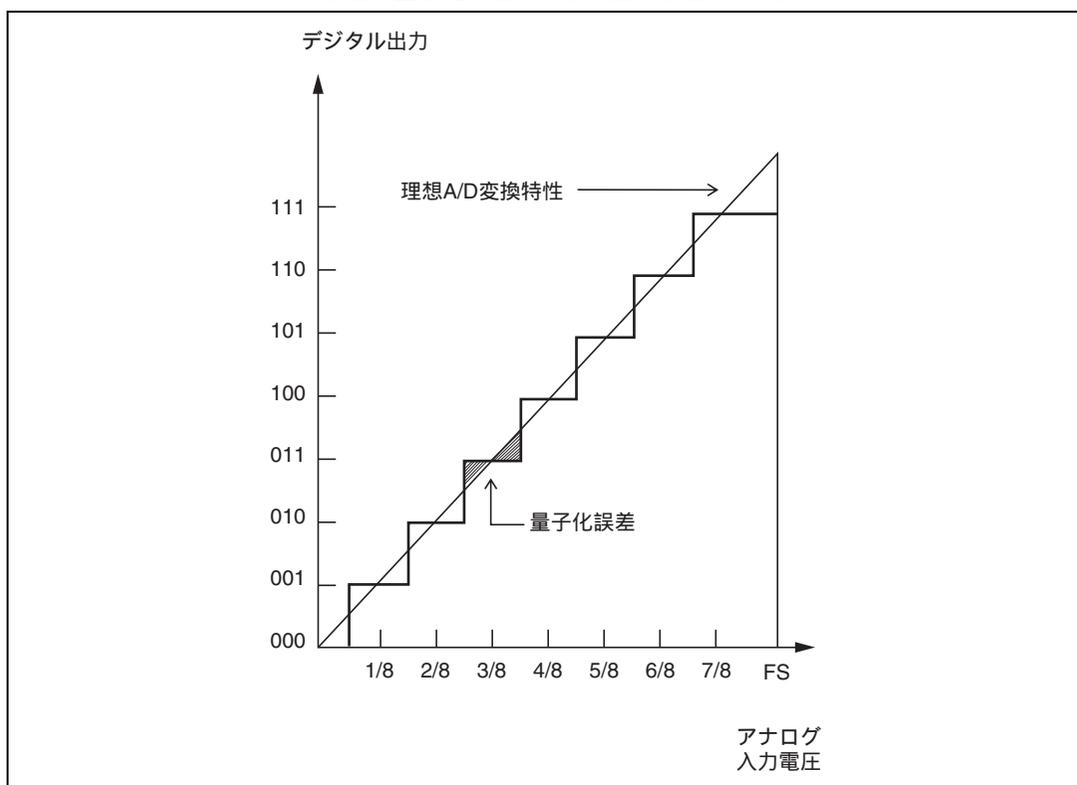

図 14.9 A/D 変換精度の定義 (1)
- 量子化誤差.....A/D 変換器が本質的に有する偏差であり、1/2LSB で与えられる(図 14.9)。